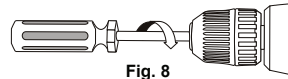
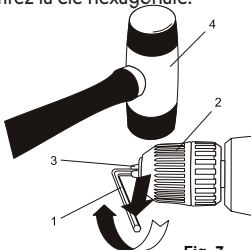

Fig. 8
Fig. 7
- Insérez une clé hexagonale (1) de 8 mm 5/16 po ou plus dans le mandrin (2) et serrez solidement les mâchoires du mandrin (Fig. 7). Assurez-vous que chacune des mâchoires du mandrin (3) est bien appuyée sur les méplats de la clé hexagonale.
- Avec un maillet (4), frappez fortement sur la clé hexagonale pour la faire tourner dans le sens des aiguilles d'une montre. Cela desserrera la vis dans le mandrin pour en faciliter le retrait.
- Retirez la vis du mandrin à l'aide d'un tournevis  $\oplus$  n° 2 (Fig. 8).